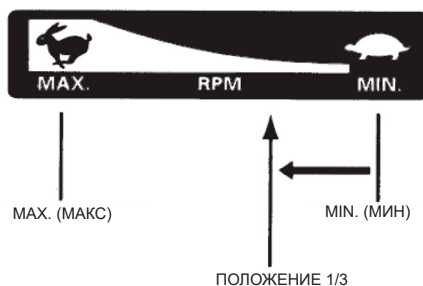

Рис. 10
- Переведите дроссельный рычаг на 1/3 хода в сторону положения максимальных оборотов двигателя (рис. 10).